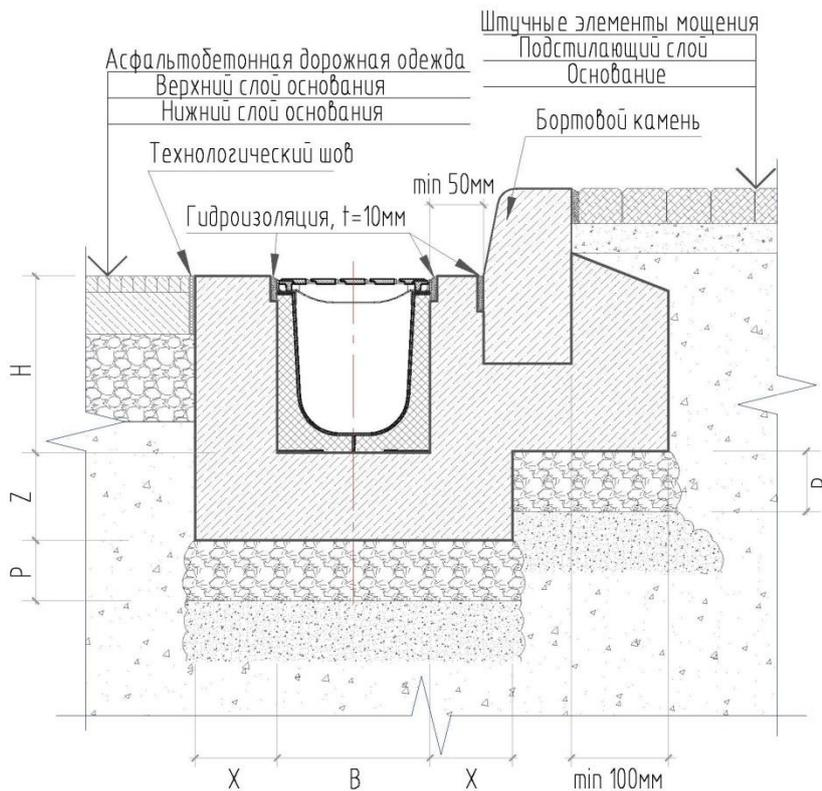

Рис. 7 – Монтаж пластиковых лотков с асфальтобетонным покрытием и бортовым камнем.
- при примыкании к бортовому камню (Рис. 7), между ним и лотком устраивается бетонная обойма min 50мм. В местах примыкания бетонной обоймы с лотком и бортовым камнем устраивается гидроизоляционный шов.